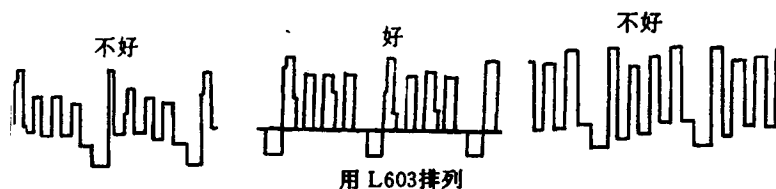

图 1.3.6
⑤调整 L603 使波形的高位部分之间的电位差最小, 如图 1.3.6 所示。